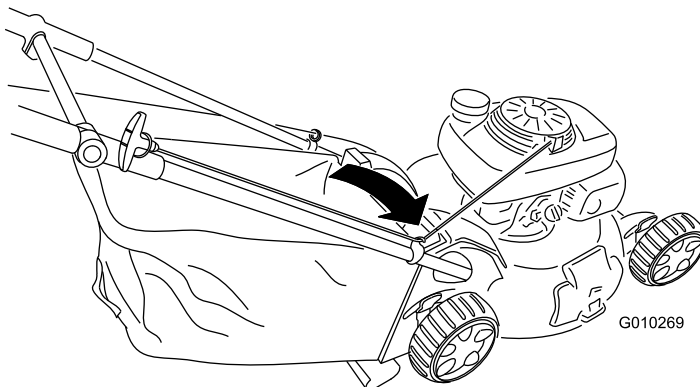

Figura 27
1. Pase la cuerda de arranque alrededor de la guía de cuerda inferior (Figura 27).